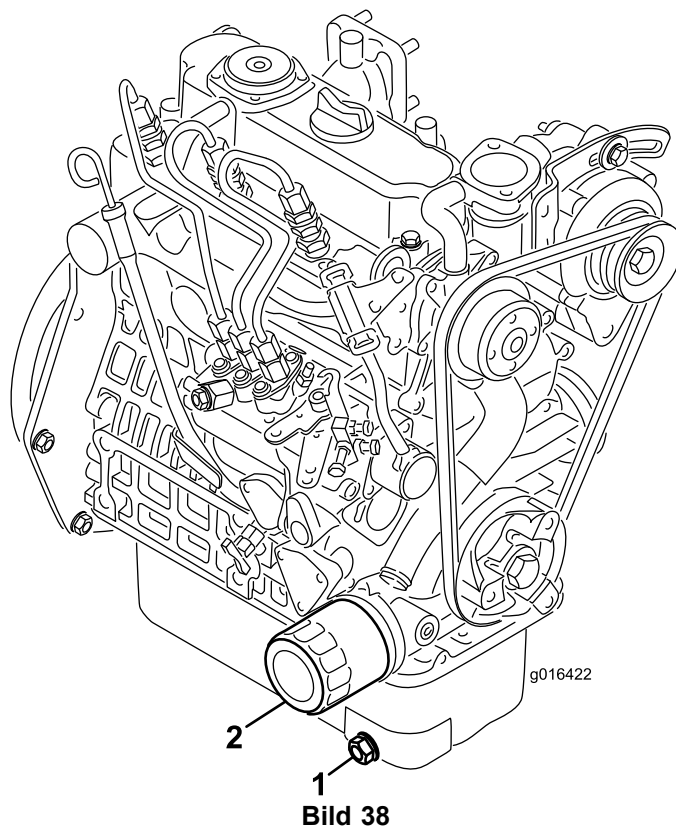

Bild 38
1. Entfernen Sie die Ablassschraube (Bild 38) und lassen Sie das Öl in die Auffangwanne ab. Schrauben Sie die Ablassschraube wieder ein, nachdem das Öl abgelassen ist.